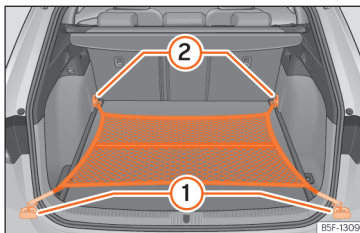

Fig. 192 En el maletero: bolsa de red enganchada a ras del suelo.
- Fije los ganchos de la red en las argollas de amarre »» fig. 192 ① y ② »» ⚠. La cremallera de la bolsa tiene que quedar hacia arriba.